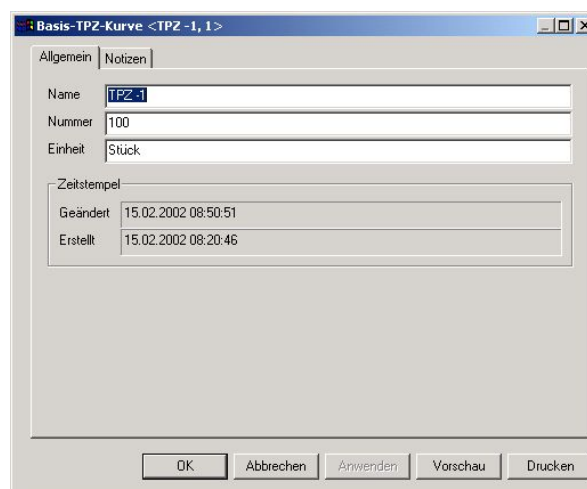

Abbildung 16: Eigenschaftsdialog für TPZ-Kurven
- Um die Basis-TPZ-Kurve zu bearbeiten, öffnen Sie bei der erzeugten Basis Kurve (siehe auch: Abbildung 16) über das Kontextmenü die erweiterte Eigenschaften.